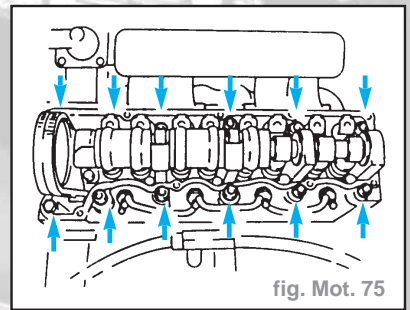

fig. Mot. 75
- Dévisser les vis de culasse et les enlever (fig. Mot. 75).